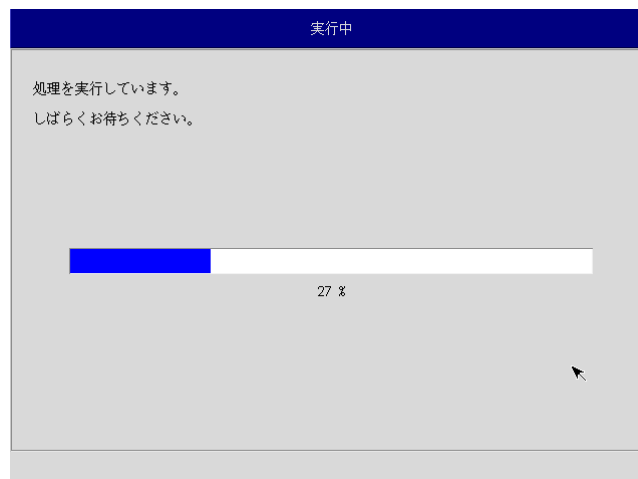

図 5-3-7. 実行中画面
- ⑫ 実行中画面（図 5-3-7）が表示され、処理が開始されます。実行中は保存メディアを外さないでください。また、電源を落とさないようにしてください。